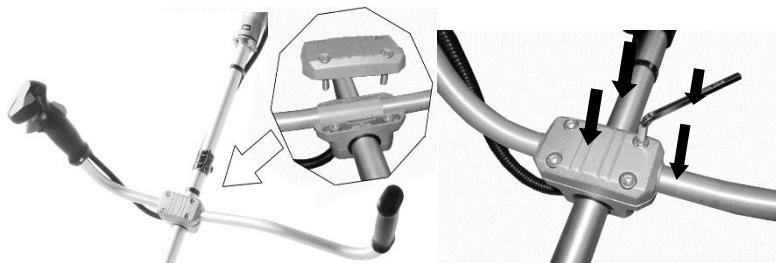

Fig.1-2
2. Placez la poignée et repositionnez le couvercle. (fig.1-2)